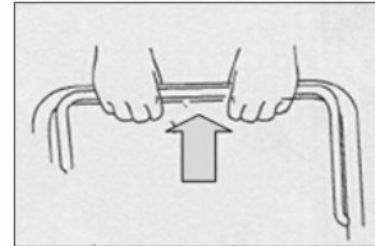

Fig. 2A
a) Manteniéndose de pie detrás de la unidad, agarre el asa del control de freno y manténgalo contra el asa superior (Fig. 2A).